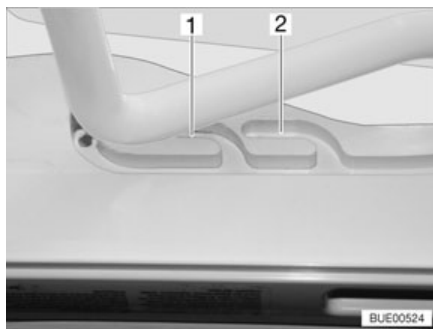
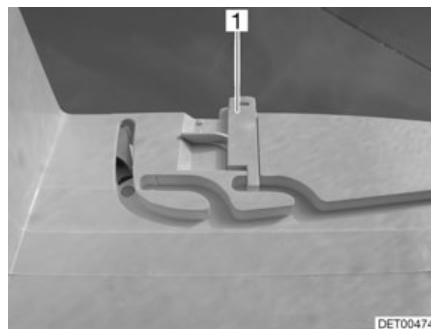

Fig. 70 Lanterneau Heki en position de ventilation
Fig. 71 Verrouillage position de ventilation
Il est possible d'amener le lanterneau Heki en deux positions de ventilation : Position pour mauvais temps (Fig. 70,1) et position intermédiaire (Fig. 70,2). Suivant le modèle, il est possible de verrouiller le lanterneau en position intermédiaire avec le verrou (Fig. 71,1).
- Pousser légèrement l'étrier vers le haut, le pousser dans la glissière choisie (Fig. 70,1 ou 2) et le verrouiller si nécessaire.